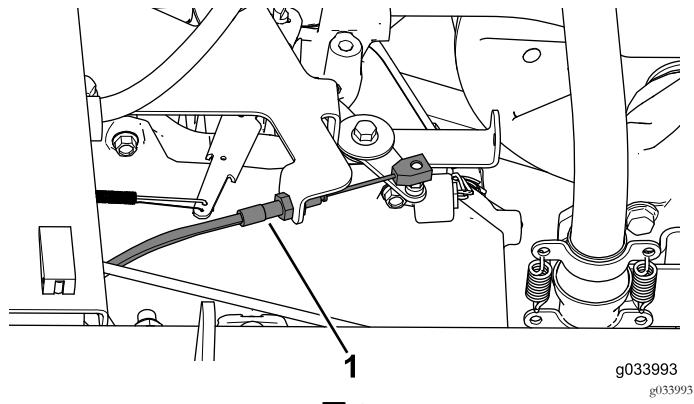

図 9
- スロットルレバーのブラケットからスロットルケーブルを取り外す図9。